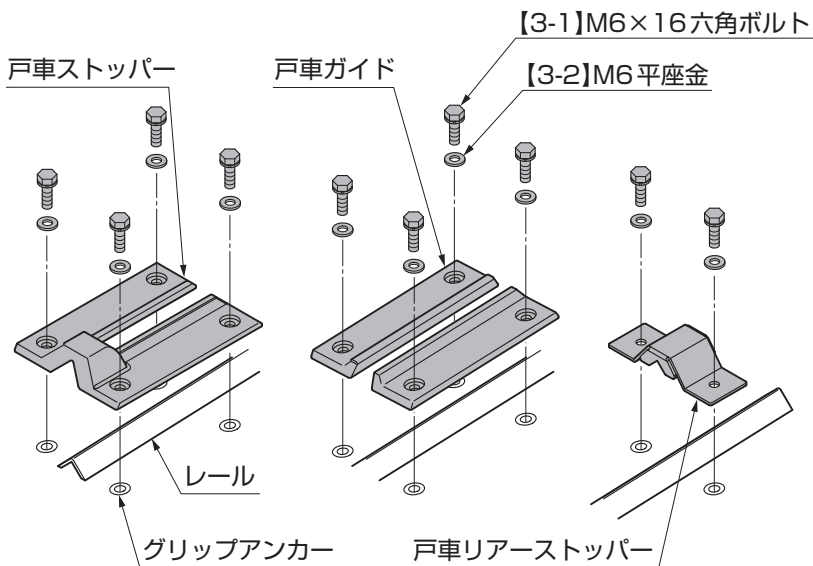

図7-7
- ①戸車ストッパー、戸車ガイド、戸車リアストッパーを【3-1】、【3-2】で固定してください。(図7-7参照)